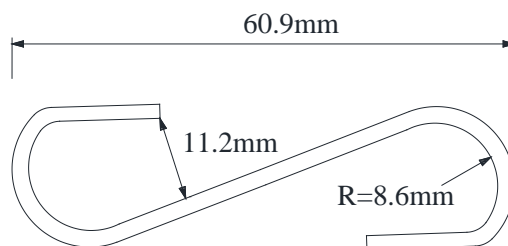

图 2 挂钩尺寸
5. 模型需为曲梁结构，即主要承重构件为曲线形状（3 段及以上折线组成）；曲梁跨中需预留好挂钩位置，若挂钩无法悬挂于曲梁跨中杆件上，则该模型视为无效。挂钩尺寸详见图 2。